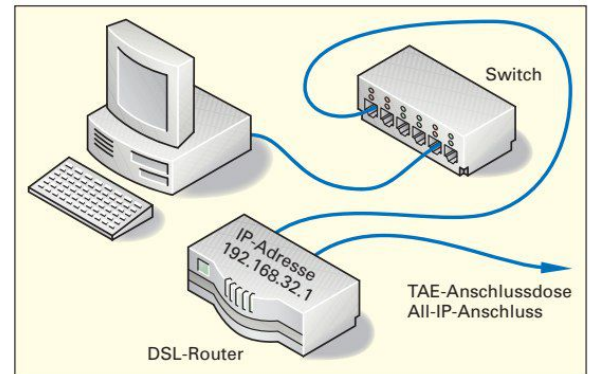
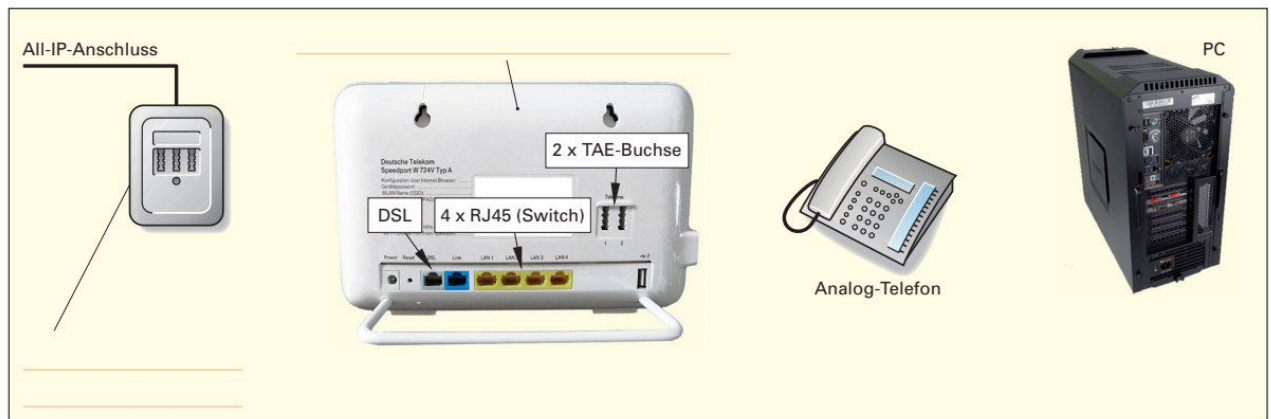

Bild 1: Internetrouter im lokalen Netzwerk (LAN)
Bild 2: Internetzugang über All-IP-Anschluss
1. Es soll für ein lokales Netzwerk (**Bild 1**) ein Internetzugang über einen DSL All-IP-Anschluss hergestellt werden. Ergänzen Sie die folgende Darstellung (**Bild 2**) mit den benötigten Leitungen. Beschriften Sie die Komponenten und zeichnen Sie die notwendigen Verbindungen ein.
2. Wenn der PC mit der IP-Adresse 192.168.32.20 bei einer Internetverbindung den Weg über den Router finden soll, muss eine zusätzliche Eingabe bei den TCP/IP-Einstellungen durchgeführt werden. Damit der Rechner weiß, an wen er ein Paket senden muss, wenn sich die Gegenstelle nicht im eigenen LAN befindet, gibt es die Einstellmöglichkeit „Gateway“. Alle Zieladressen, die nicht im eigenen LAN liegen, werden an den Gateway gegeben. Der Gateway wird im Beispiel (**Bild 1**) durch den DSL-Router verwirklicht. Ergänzen Sie die fehlenden Einträge in der Bildschirmmaske (**Bild 3**) um den Zugang über den Router zu erlangen.